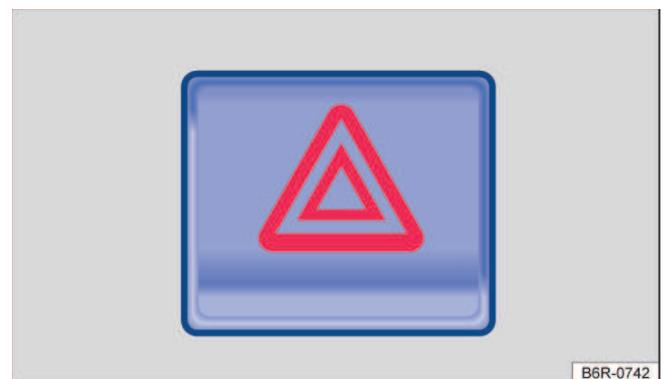

Fig. 48 Na parte superior do console central: interruptor das luzes de advertência.
2. Ligar as luzes de advertência com o interruptor  → Fig. 48.
As luzes de advertência também podem ser desligadas ao pressionar o interruptor  no painel de instrumentos → Fig. 48.